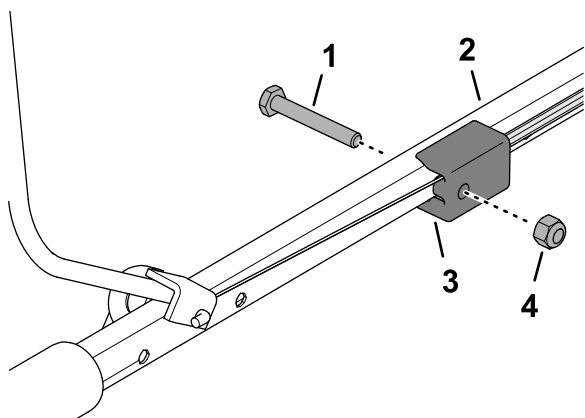

Figura 13
4. Inserite l'estremità della stegola di presenza dell'operatore nella stegola, premete leggermente l'altra gamba della barra e inserite la barra nella stegola (Figura 13).